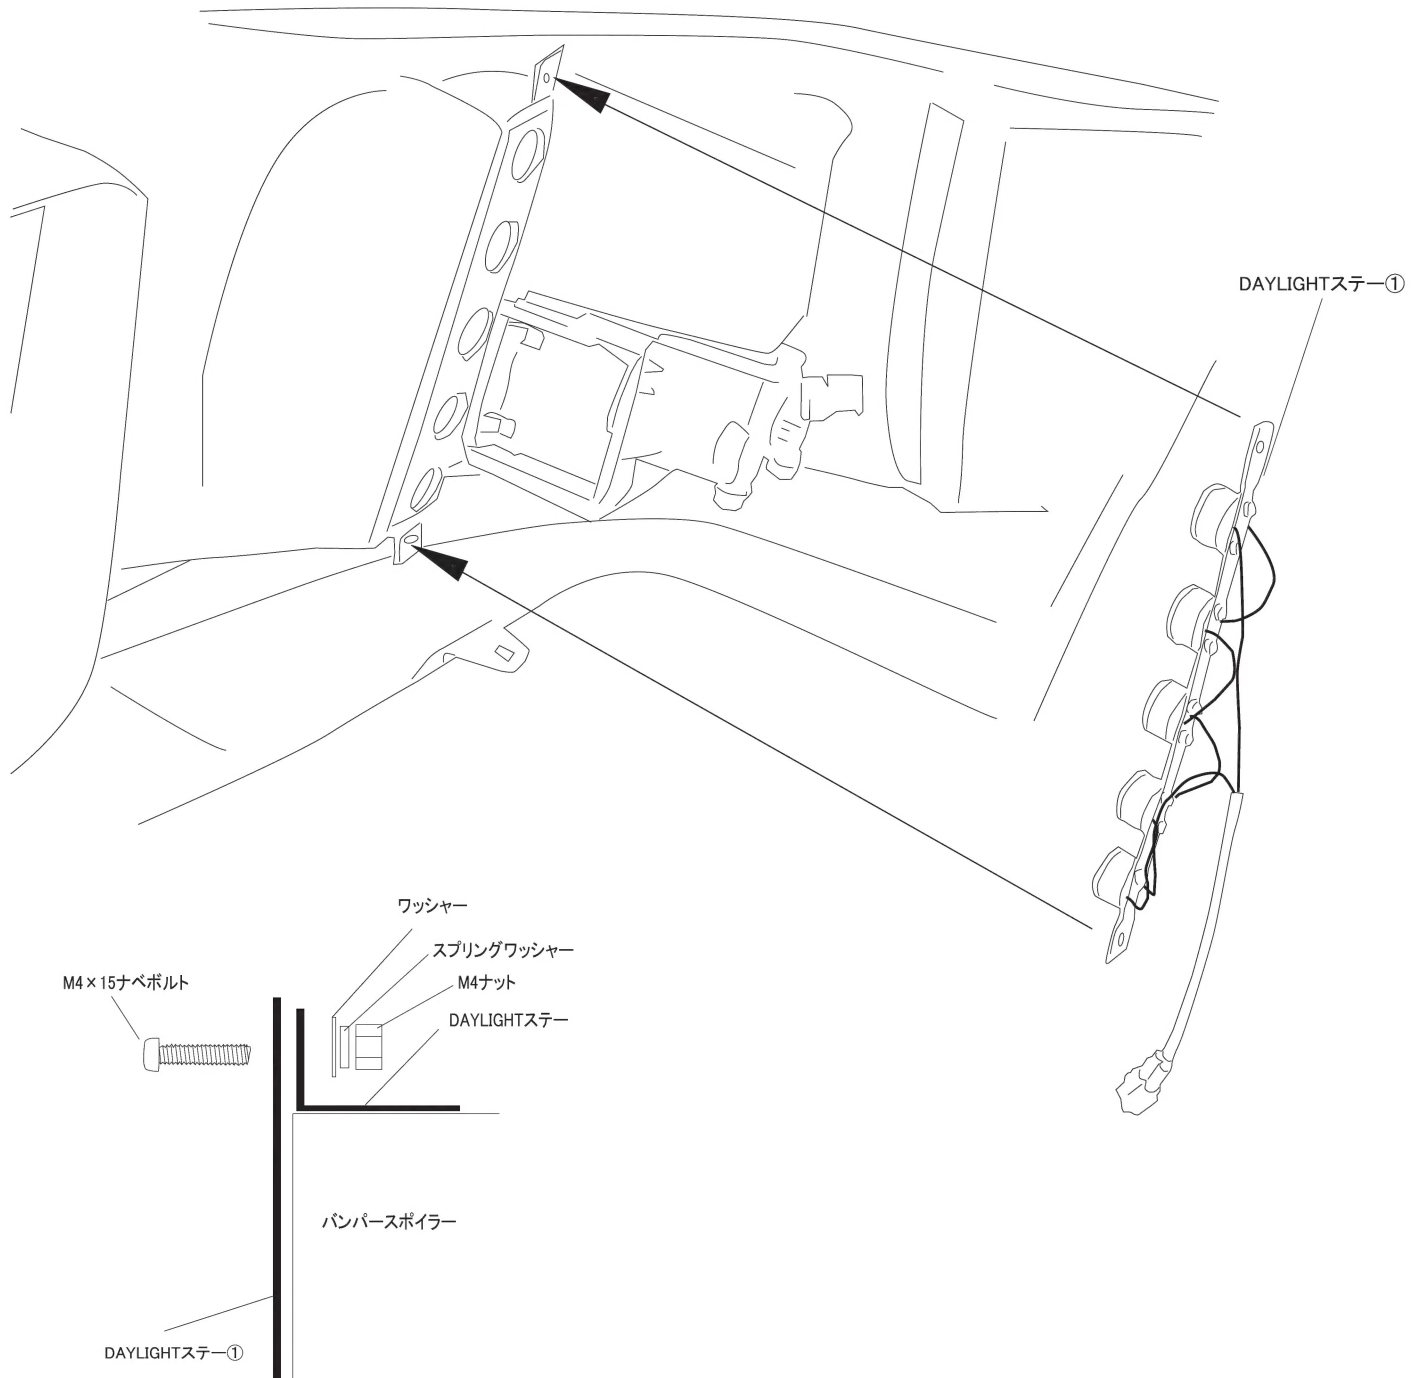

図1
- ・DAYLIGHTを装着したDAYLIGHTステー①を、製品に装着してあるステーと図1を参考に取り付けてください。